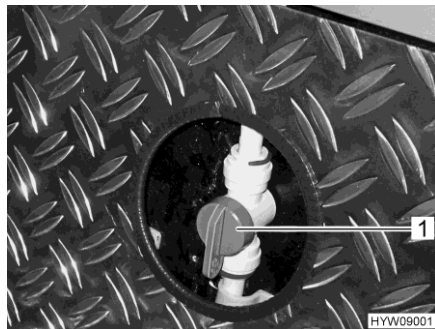

Fig. 183 Valvole di mandata (riscaldamento garage di coda)
- Collocare la maniglia (Fig. 183,1) sulla valvola di mandata per il riscaldamento garage di coda in posizione parallela rispetto alla tubatura del riscaldamento. Il riscaldamento garage di coda sarà al massimo.
- Collocare la maniglia (Fig. 183,1) sulla valvola di mandata per il riscaldamento garage di coda nella posizione desiderata. In questo modo la distribuzione dell'acqua calda verso il garage di coda può essere regolata in modo continuo.
- Collocare la maniglia (Fig. 183,1) sulla valvola di mandata per il riscaldamento garage di coda trasversalmente rispetto alla tubatura del riscaldamento. Il riscaldamento garage di coda viene quindi spento.